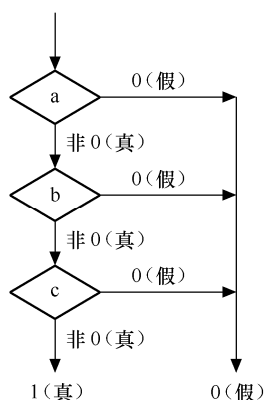

图 3-6 $a \& b \& c$ 的判别过程
1) $a \&\& b \&\& c$ 只有 a 为“真”（非 0）时，才需要判别 b 的值，只有 a 和 b 都为“真”的情况下才需要判别 c 的值。只要 a 为“假”，就不必判别 b 和 c （此时整个表达式已确定为“假”）。如果 a 为“真”， b 为“假”，不判别 c 。判别过程如图 3-6 所示。